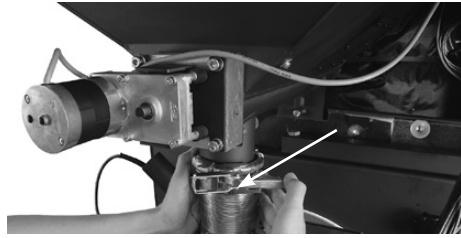

Bild 16
7. Spannung oberhalb der Zellradschleuse öffnen (Bild 16).